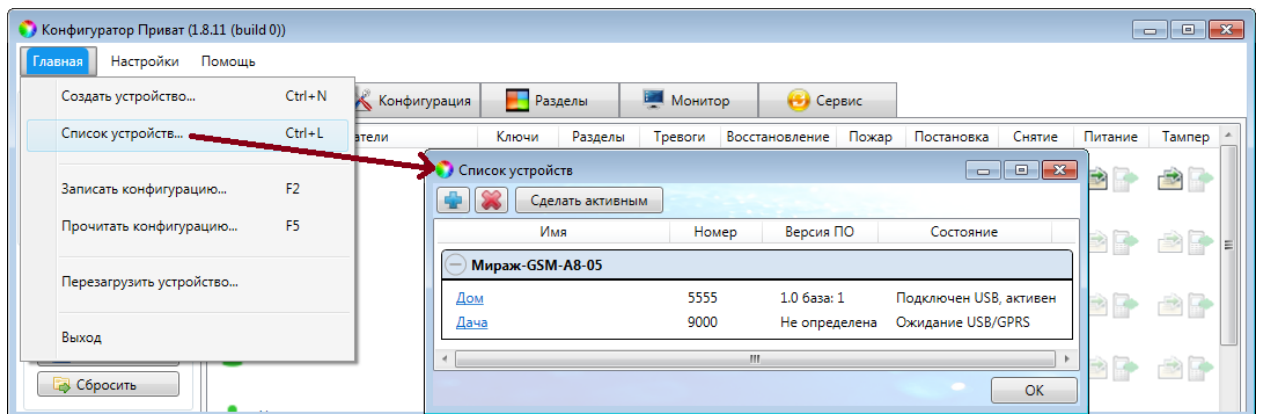

Рисунок 7.12 — Окно *Список устройств*
- 2) В открывшемся окне *Список устройств* выделите строку необходимого контроллера и нажмите кнопку *Сделать активным* (см. рисунок 7.12).